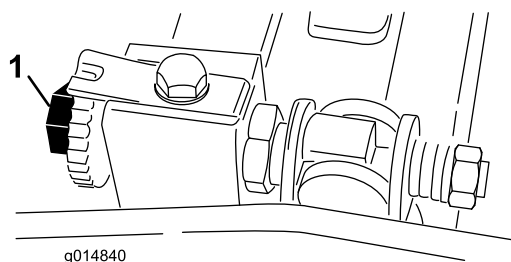

Figura 45
2. Eliminate il contatto con il cilindro facendo girare in senso antiorario le viti di regolazione della barra di appoggio (Figura 45).
il cilindro in avanti, e girate in senso orario la vite di regolazione della barra di appoggio (dallo stesso lato del cilindro) uno scatto per volta, finché la carta non viene pizzicata leggermente quando viene inserita dal davanti ed è parallela alla controlama; di conseguenza, tirando la carta dovreste notare una lieve resistenza (Figura 45).